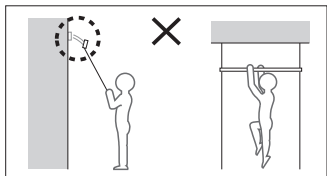

図5
- ・ 製品を故意に強く引張ったり、揺らしたりすると吊り元が破損したり展示物が落下する恐れがあり大変危険です（図5）。お子様が遊んだりしないようご注意ください。
- ・ 人が乗ったり、ぶら下がるなどの人命に関わる用途には絶対に使用しないでください（図5）。